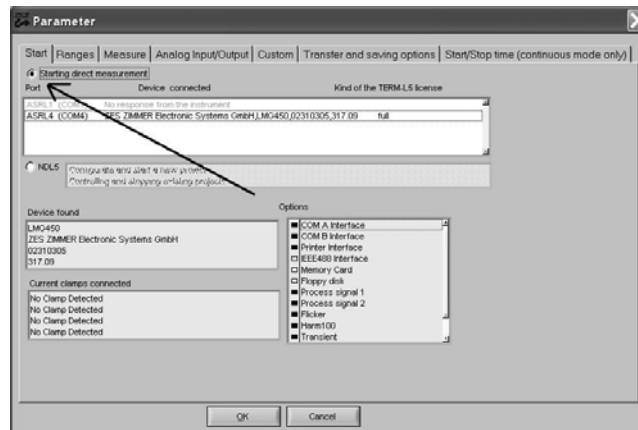

Abbildung 1. Spektralanalyse nur im Betrieb ohne NDL5
2. Auswahl des Betriebes ohne NDL5 (siehe Abbildung 1)